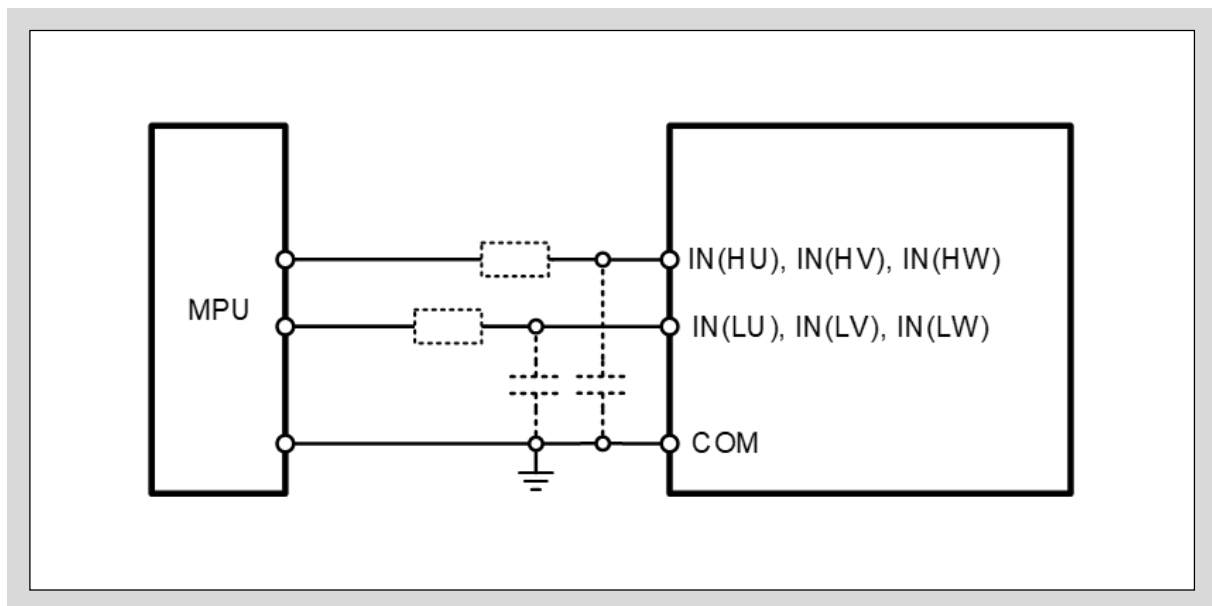

图3-15 IN(HU,HV,HW), IN(LU,LV,LW) 引脚和 MPU I/O 连接的推荐电路
- 图3-15 为 MPU 和 IPM 连接的示意图。输入引脚可以直接和 MPU 连接。输入引脚内置下拉电阻，无需外接下拉电阻。另外，输入引脚为高电平有效，也无需外接上拉电阻。
- 信号引线过长会引入噪音，可采用图3-15 虚线所示的 RC 滤波电路滤除噪音。请根据 PWM 控制方式和印刷电路板的走线调整 RC 时间常数。